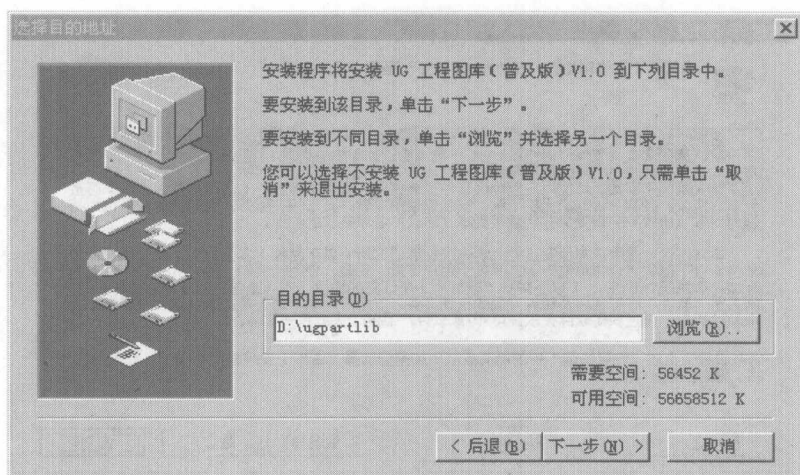
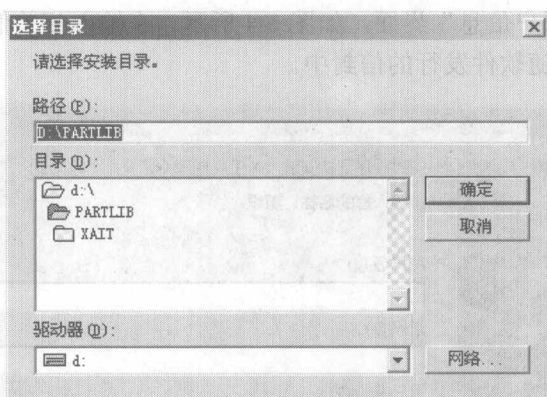

图 1-5 “选择目的地址”界面
图 1-6 “选择目录”对话框
(6) 进入“选择目的地址”界面，如图 1-5 所示，系统默认的安装目录是 D:\UGPARTLIB。如果希望安装在其他的目录中，单击“浏览”按钮，弹出如图 1-6 所示的“选择目录”对话框，选择合适的文件夹后（注：目录中不能有中文名称），单击“确定”按钮，返回如图 1-5 所示的界面。